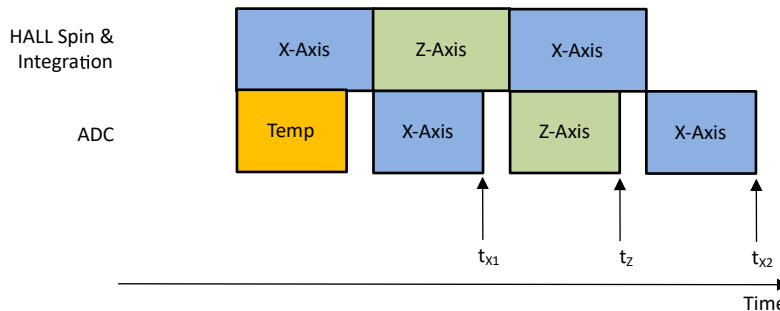

图 7-3. XZX 磁场转换
在绝对角度测量中，需要来自多个轴的应用传感器数据，才能计算出精确的角度。在不同时间通过同一信号链收集的磁场数据会在角度计算中引入误差。TMAG3001 提供伪同步采样数据收集模式来消除此误差。图 7-3 展示了一个示例，其中 `MAG_CH_EN` 设置为 Bh 来收集 XZX 数据。方程 12 显示了 X 和 Z 传感器数据的时间戳相同。
- t_{x1} 、 t_z 、 t_{x2} 是 X、Z、X 传感器数据完成的时间戳，如图 7-3 中定义。